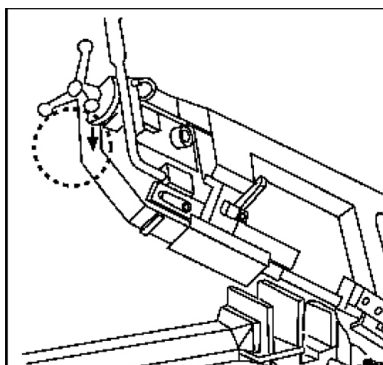

Рис. 6 Направление вращения пилы.
- Убедитесь, что ленточная пила вращается в направлении стрелки на защитном ограждении, которое ее закрывает, и что зубья пилы перемещаются в правильном направлении Рис. 6.
Направление вращения должно соответствовать указателям Рис. 6. При несоответствии направления вращения поменять местами два провода.